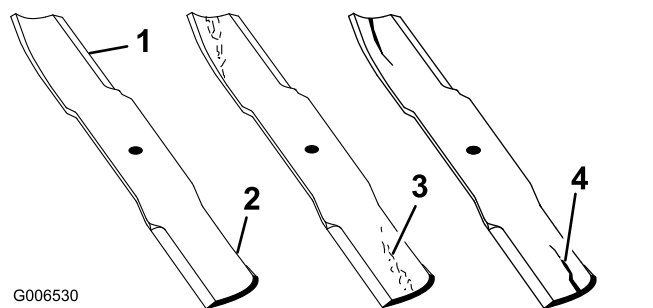

Figure 87
1. Examinez le tranchant des lames (Figure 87).
4. Remplacez immédiatement toute lame fendue, usée ou qui présente une entaille (Figure 87).